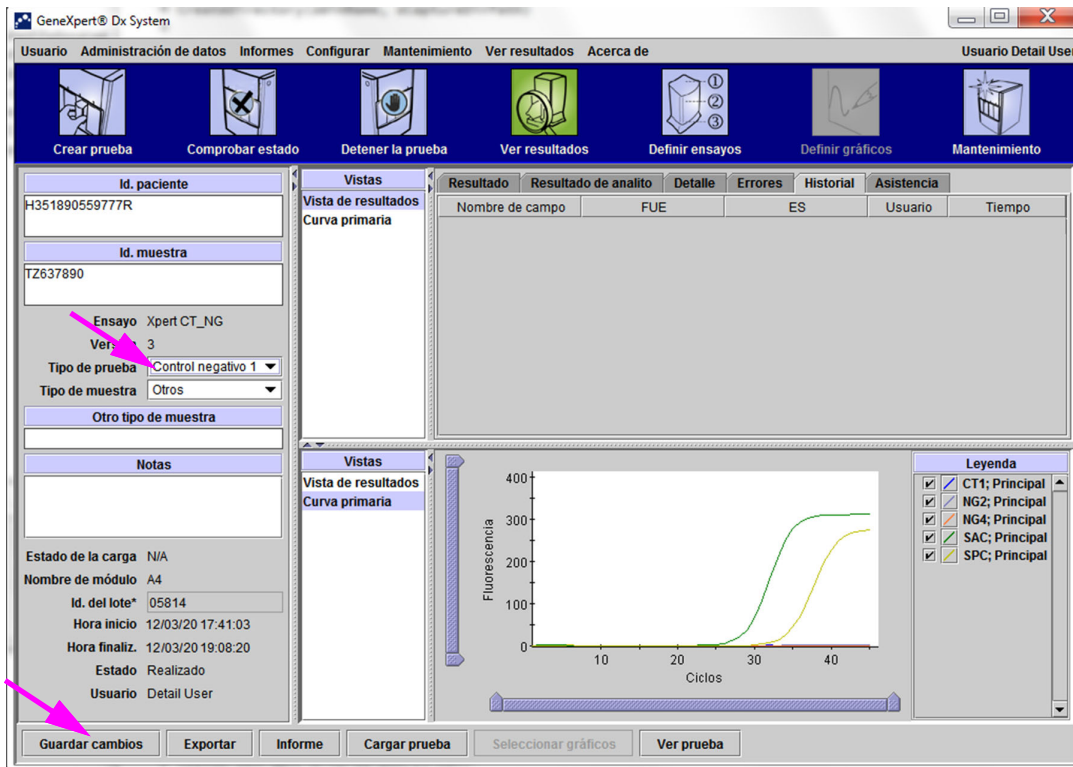
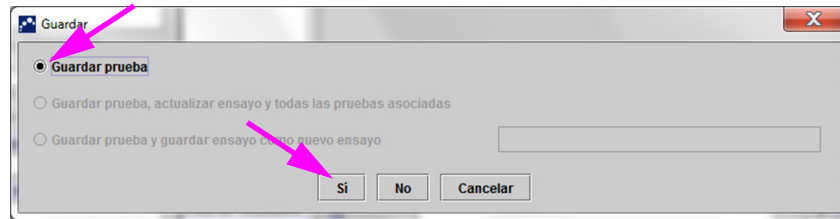

Figura 5-50. Ventana Ver resultados de GeneXpert Dx System: Tipo de prueba cambiado
Figura 5-51. Cuadro de diálogo Guardar
3. Cambie el Tipo de prueba a Control negativo, tal como se muestra en la figura 5-50.
- Haga clic en el botón **Guardar cambios** en la parte inferior de la ventana Ver resultados (consulte la figura 5-50). Aparece el cuadro de diálogo Guardar prueba. Consulte la figura 5-51.